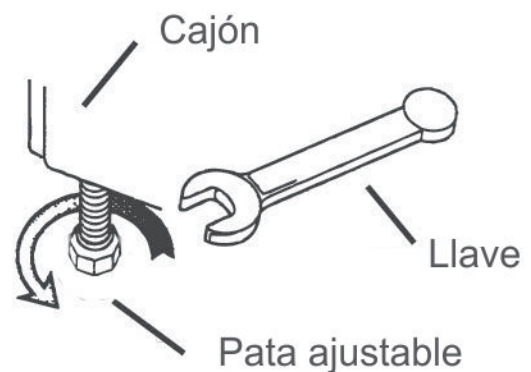

Figura 6: Cómo ajustar la altura de la estufa
10. Para evitar rayar la superficie de trabajo, verifique y, de ser necesario, modifique la altura de la estufa ajustándole las patas (consulte la Figura 6: Cómo ajustar la altura de la estufa).